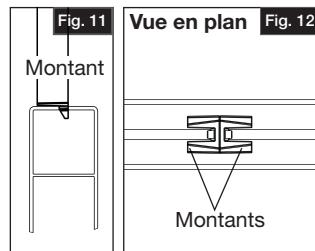

Fig. 11
- Faire pivoter les montants de 90 degrés et les bloquer au milieu (Fig. 11).